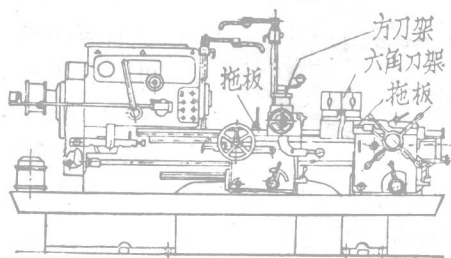

图1 六角车床
(1) 六角车床：适用于加工以棒料为毛坯的零件。它与普通车床的区别，除有方刀架外，还有可转动的六角刀架（图1）。六角车床，可以安装多种刀具，加工各种不同的零件表面，如钻中心孔、车外圆、车端面、钻孔、扩孔、镗孔、铰孔、车螺纹、滚花、切断、车沟槽、车锥体、车特形面和盘绕弹簧等。